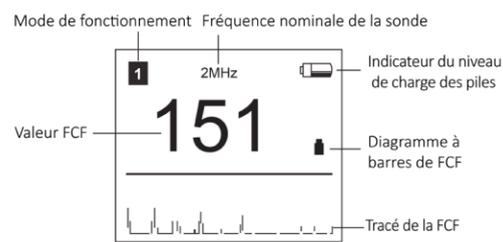

Fig.3-4 Écran LCD
① Allumer le dispositif en appuyant sur le bouton d'allumage. L'écran LCD se présente comme montré dans la Fig.3-4.
② Trouver où se trouve le fœtus :